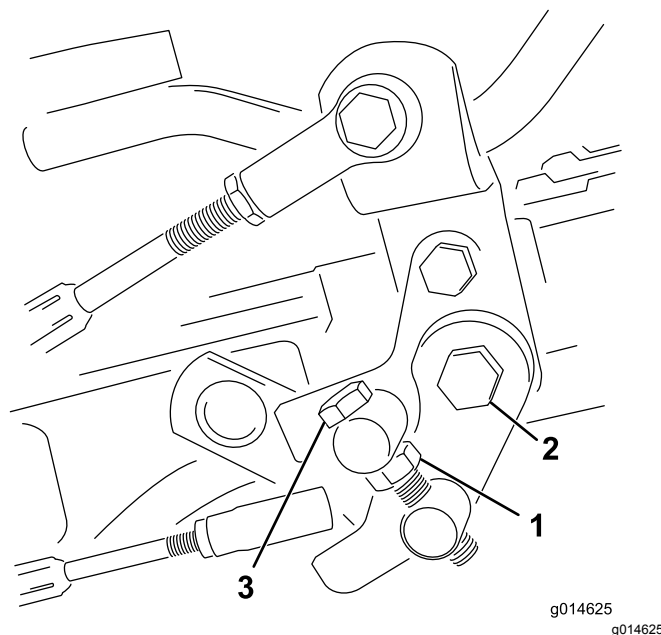

Figura 36
1. Allentate il controdado sul bullone di articolazione (Figura 36).
4. Serrate il controdado sul bullone di articolazione e il dado sul perno del pedale per fissare la regolazione (Figura 36). Controllate la messa a punto, e all'occorrenza ripetete la regolazione.